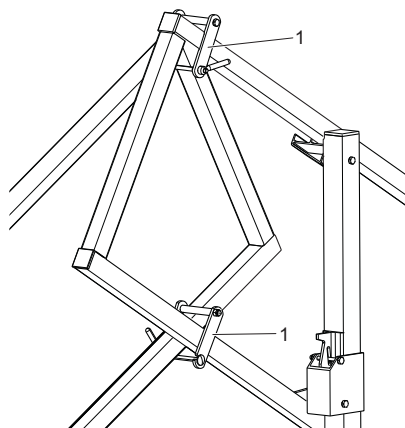

Abb. 11: Eckverbinder montieren
4. Eckverbinder (Abb. 11/1) montieren.